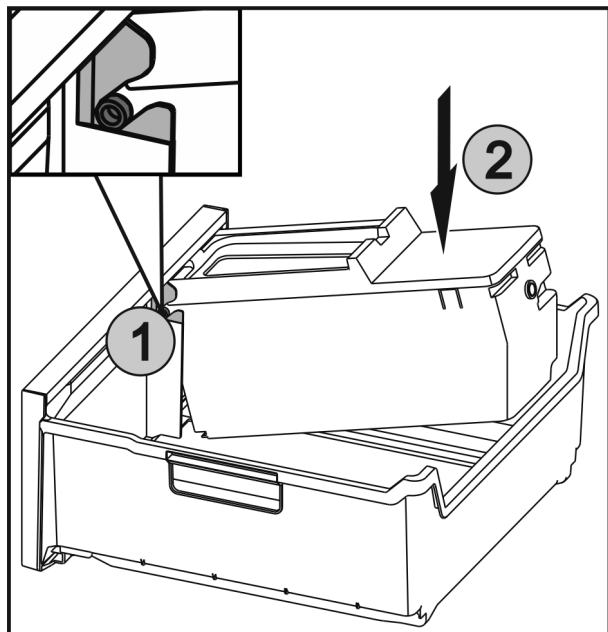

Fig. 33
- ▶ Zasuňte osy Fig. 33 (1) na EasyTwist-Ice do vedení a zatlačte zadní stranu Fig. 33 (2) tak, aby západka zaklapla.